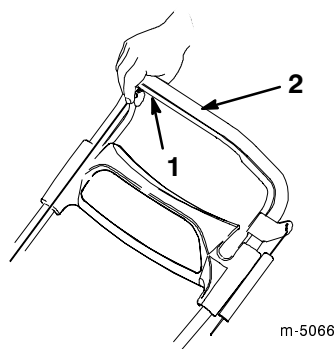

Figure 12
- Maintenez la barre de commande à droite du mancheron comme indiqué dans la Figure 12.